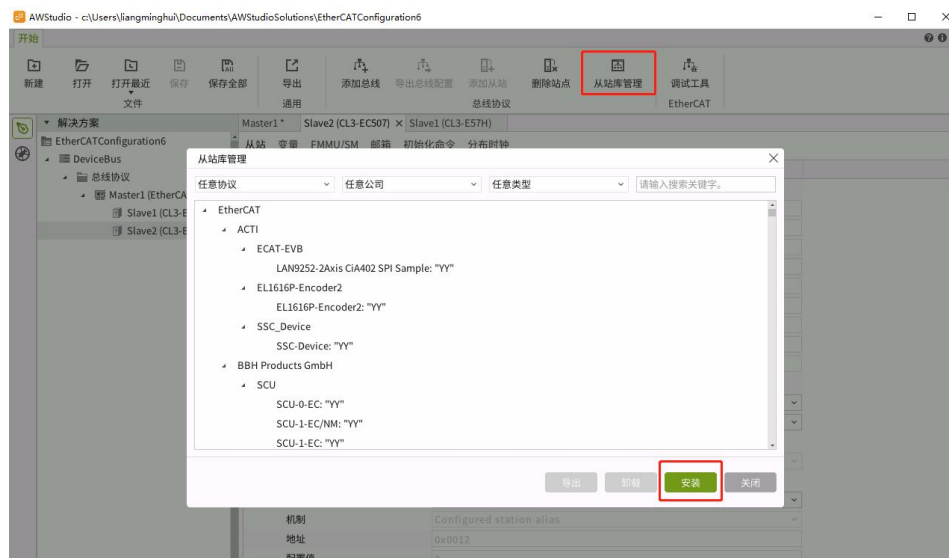

图 4.7 手动导入从站 ESI 文件
(5) 导入从站 ESI 文件。如从站无法正确识别，可手动导入从站 ESI 文件，操作如下图 4.7所示。